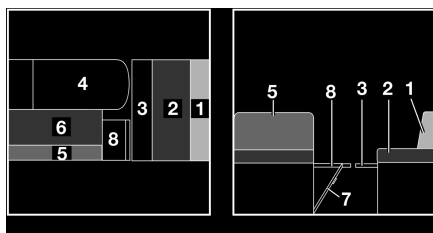

Fig. 128 Pendant la transformation
- Rabattre la rallonge de la banquette (Fig. 128,8) vers le haut et enclencher avec le rabat.
- Faire ressortir la rallonge du coffre de banquette (Fig. 128,3).
- Tirer le coussin d'assise (Fig. 128,2) de la banquette longitudinale vers le centre.
- Placer le coussin de dossier (Fig. 128,1) de la banquette longitudinale entre le coussin d'assise et la cloison.
- Tirer le coussin d'assise (Fig. 128,6) vers l'avant sur la table.
- Enlever le coussin de dossier (Fig. 128,5) et le placer de côté.